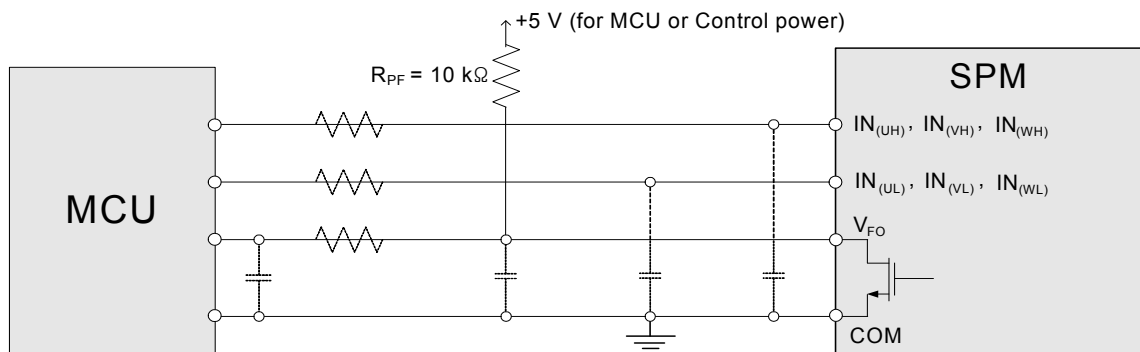

图 14. 推荐的 MCU I/O 接口电路
- 3) V_{FO} 输出是漏极开路型。此信号线应该用电阻上拉至 MCU 或控制电源正极，以使 I_{FO} 达到 1 mA（请参考图 14）。